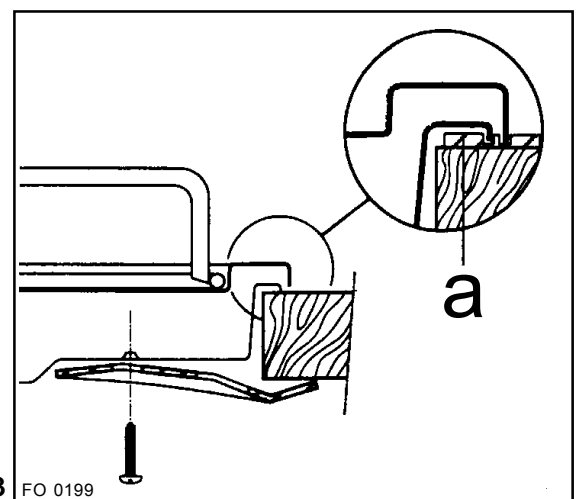

Fig. 3 FO 0199
- fixez la table au meuble à l'aide des pattes de serrage prévues à cet effet (Fig. 3). La traction exercée par les vis est suffisante pour tracer un sillon dans le joint d'étanchéité, que l'on pourra aisément enlever.